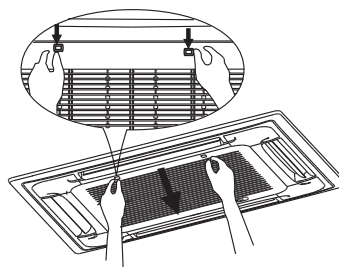

Fig.6-1
Empurre os dois fechos da grelha para o meio em simultâneo, conforme indicado na Fig. 6-1. Deixe cair para baixo a grelha de retorno de ar.
2. Abra a grelha de retorno de ar (juntamente com o filtro mostrado na Fig. 6-1)